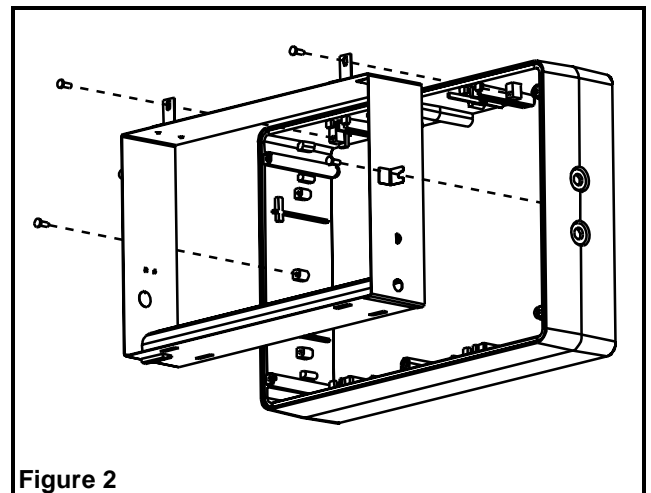

Figure 2
- d. Pour accéder aux trous défonçables du cadre, retirer les 4 vis retenant le module électronique au cadre afin de les séparer (voir Figure 2).